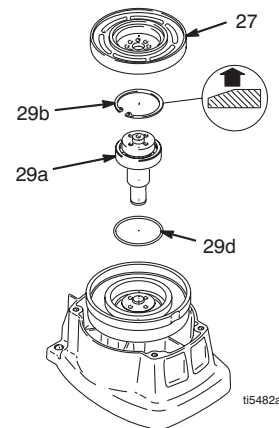

FIG. 6
6. FIG. 6. Enlever la bague de fixation (29b).
7. FIG. 6. Enfoncer l'arbre du pignon (29a) en tapotant dessus avec un maillet de plastique.